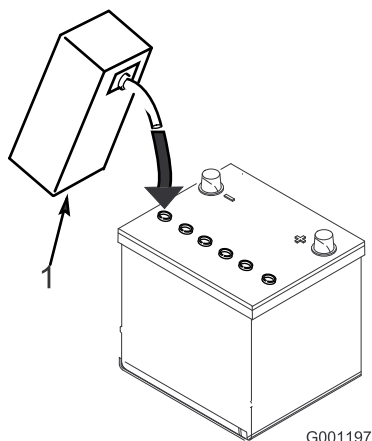

図 10
3. 各セルに慎重に電解液を満たす。電極板が 6 mm 程度水没するぐらいが適当 (図 10)。
4. 電極板が液を吸収するまで 20～30 分間程度待つ。必要に応じて、電極板が 6 mm 程度水没するぐらいに電解液を補充する (図 10)。